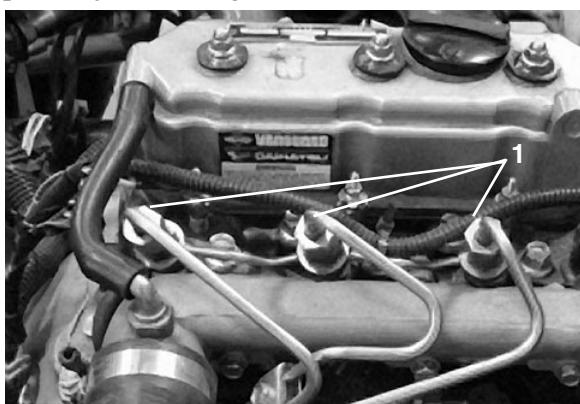

Figure 41
Purge de l'air des injecteurs (Fig. 41)
- Desserrez le raccord entre l'injecteur N° 1 et le porte-injecteurs (Fig. 41).